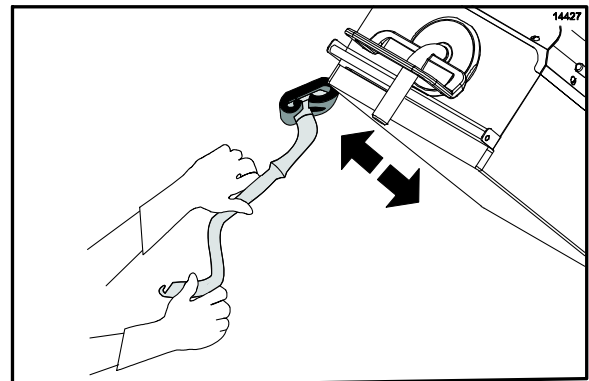

Abbildung 59
27. Die Außenkanten der rechten und linken oberen Grillplatte abschrubben. (Siehe Abbildung 59.)